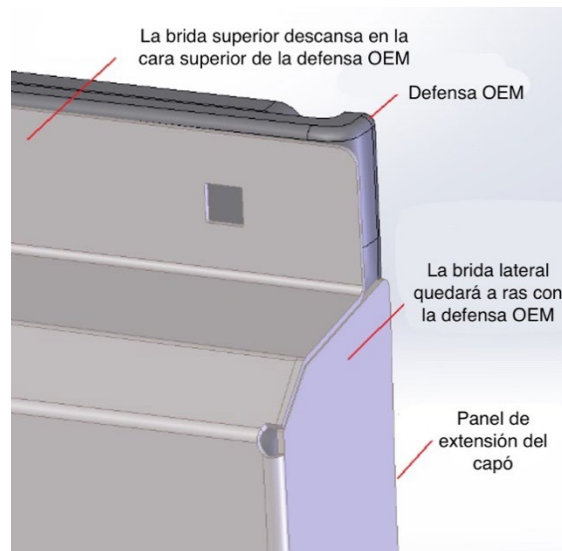

Figura 2 – Posicionamiento adecuado del panel de extensión del capó
- b. Mire la Figura 2 para el posicionamiento correcto del panel de extensión del capó cuando esté instalado.